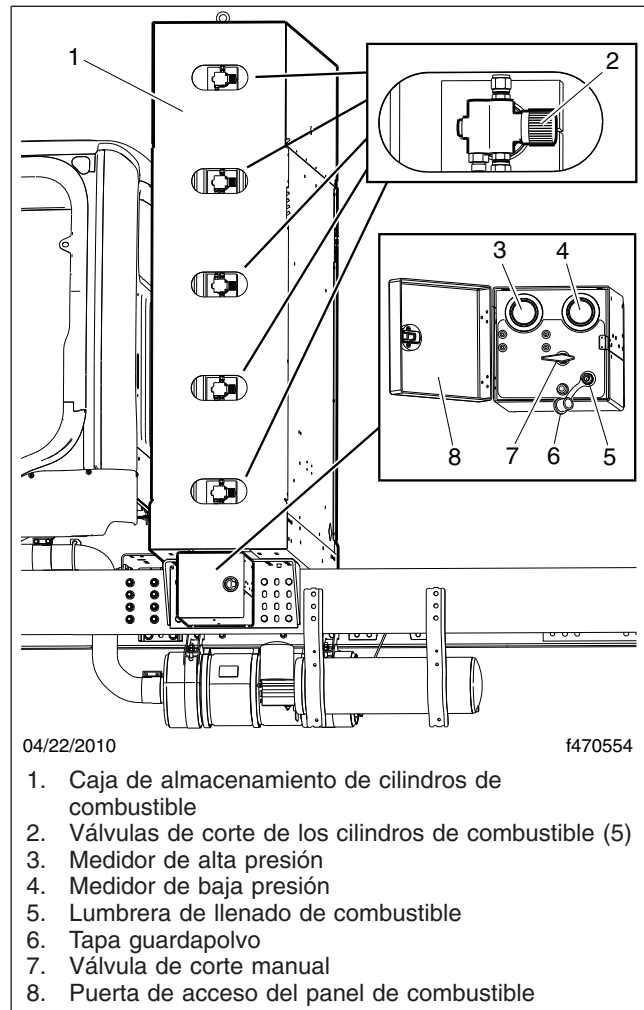

Figura 16.1, Caja de almacenamiento de cilindros de combustible GNC (se muestra un sistema de 5 cilindros)
2. Asegúrese de que todas las válvulas de corte de los cilindros de combustible estén abiertas. Vea la Figura 16.1.